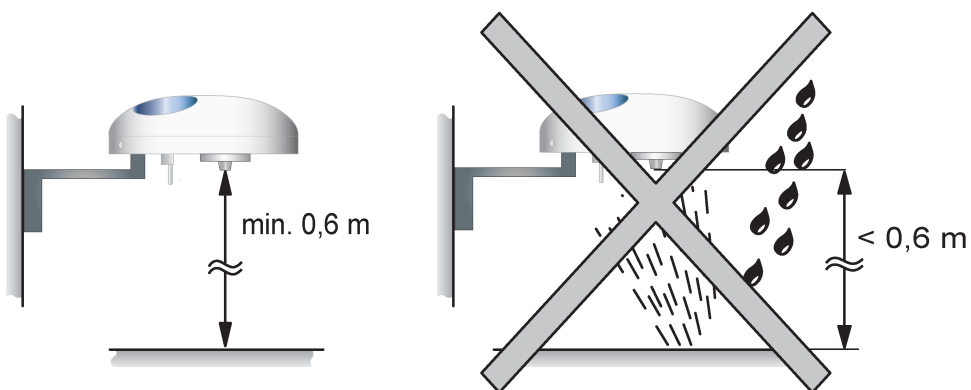

Bild 2: Mindestabstand zu Oberflächen
- Den der Wetterstation Komfort Plus beiliegenden Befestigungsarm an einer geeigneten Wand anbringen. Dabei ist zwingend der Mindestabstand zu darunterliegenden Oberflächen (Bild 2) zu beachten.